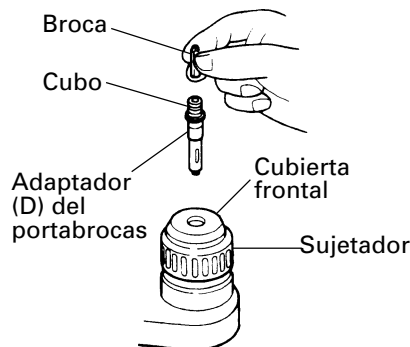

Fig. 15
### 4. Cuando coloque tornillos para metal (Fig. 15)
- **No intente emplear la perforadora de percusión en la función de rotación y golpeteo con el adaptador de portabroca (D) y la broca instalados.**
**5. Atornillando tornillos para madera (Fig. 15)**